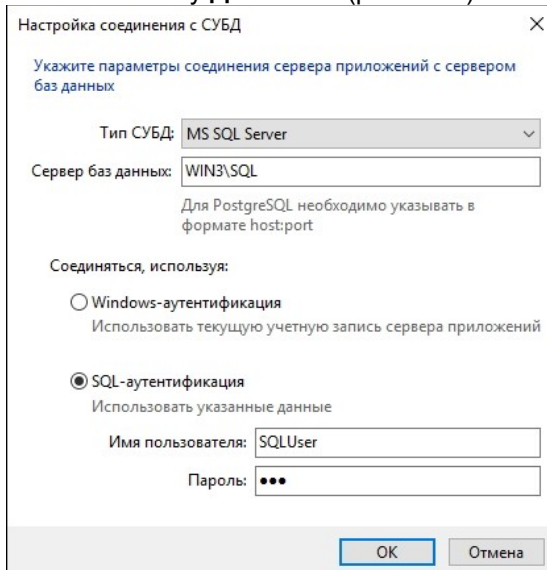

Рис. 4.31
Откроется окно **Настройка соединения с СУБД** (рис. 4.31).
2. В открывшемся окне **Настройка соединения с СУБД** внесите необходимые изменения (рис. 4.31). Описание приемов работы содержится в разделе «Добавление параметров соединения с сервером баз данных» на с. 89.